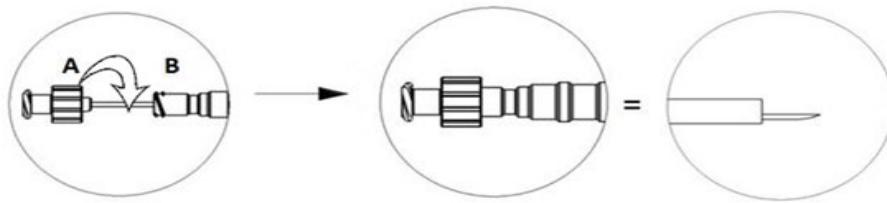
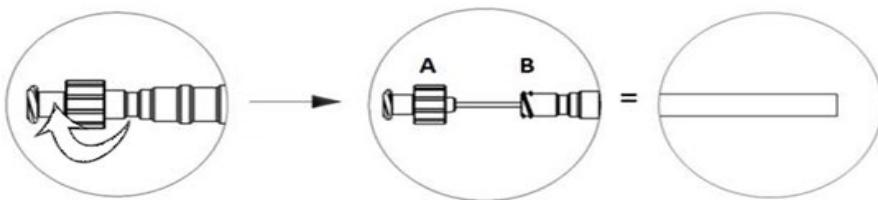

Figura 1
Figura 2
- Para bloquear la aguja en la posición de salida, empuje suavemente el luer proximal (A) hasta que llegue al mango luer (B) y, después, gire lentamente el luer proximal en la dirección de las agujas del reloj hasta que los dos cierres luer encajen perfectamente. (Figura 1)
- Una vez llena con el medio de inyección deseado, una la jeringa a la conexión luer proximal. (A) (Jeringa no incluida)
- Para desbloquear la aguja en la posición retráida, gire el luer proximal lentamente en sentido antihorario hasta que los dos cierres luer desencajen por completo. (Figura 2)
4. Cuando el dispositivo esté en el punto de inyección, empuje suavemente el luer proximal (A) hasta que llegue al mango luer (B). Para bloquear la aguja en posición, gire lentamente el luer proximal en dirección horaria hasta que los dos cierres luer encajen perfectamente (Figura 1).
7. Cuando termine la inyección antes de usar el asa, retraja la aguja totalmente en el catéter girando el luer proximal en sentido antihorario hasta que los dos cierres luer se separen (Figura 2). La aguja se acciona por resorte y, cuando los dos cierres luer están separados, la aguja vuelve a meterse en la vaina.